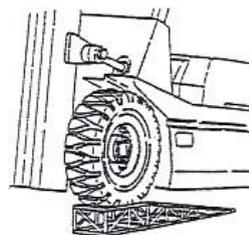

Figure 2-74
7.5.4 Remplacement du rouleau de mât (voir figure 2-74)